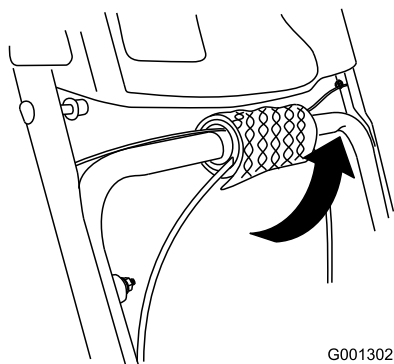

Figura 5
1. Togliete ed eliminate il pluriball dai cavi sulla stegola inferiore (Figura 5).